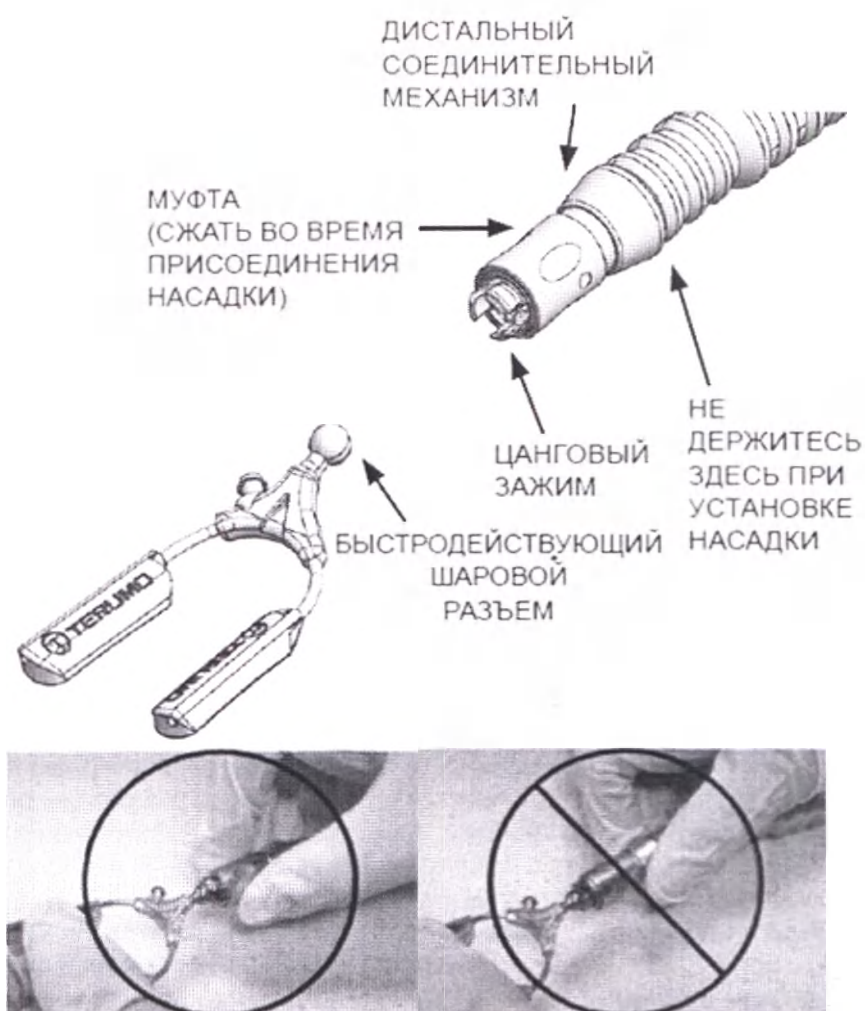

Рисунок 5 — Присоединение вспомогательного устройства к универсальному рычагу-стабилизатору Hercules™ 360 (идентификационный номер изделия T401160)
- б. Чтобы подсоединить насадку со стандартным **БЫСТРОДЕЙСТВУЮЩИМ ШАРОВЫМ РАЗЪЕМОМ Tegito**, сожмите муфту универсального рычага-стабилизатора Hercules и вдавите шаровой наконечник насадки в цанговый патрон универсального рычага-стабилизатора Hercules (см. рис. 5). Проверьте надежность соединения.